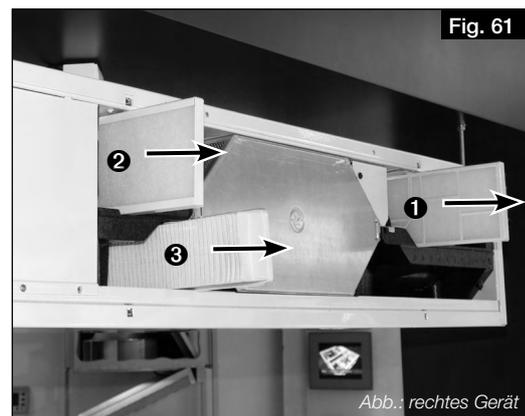

Fig. 61
2. Retirer le filtre air extérieur ① vers l'avant et le remplacer (voir Fig. 61).
3. Retirer le filtre air extrait ② (avec cadre) vers l'avant et le remplacer (voir Fig. 61).
4. **Facultatif** : Retirer le filtre fin / à pollen (ePM1 50 %) ③ avec cadre vers l'avant et le remplacer (voir Fig. 61).